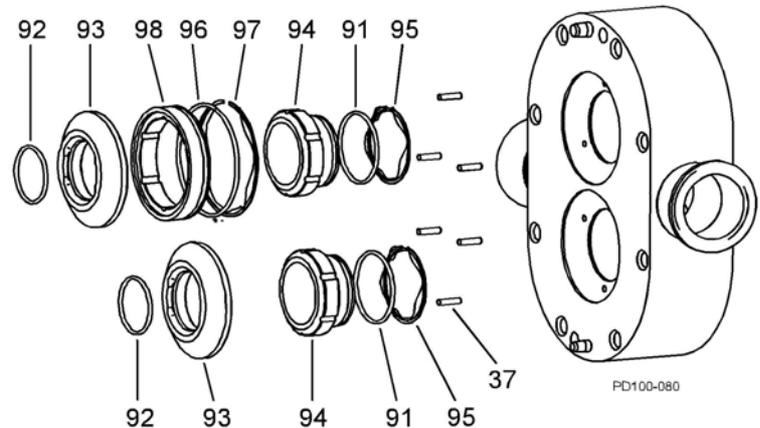

Abb. 66 Einfache (unten) und doppelte Gleitringdichtung
- Schmieren Sie den O-Ring der Welle (Abb. 66, Pos. 92) mit einem Schmiermittel ein, das mit O-Ring-Material und Prozessflüssigkeit(en) kompatibel ist. Platzieren sie den O-Ring auf der Welle.